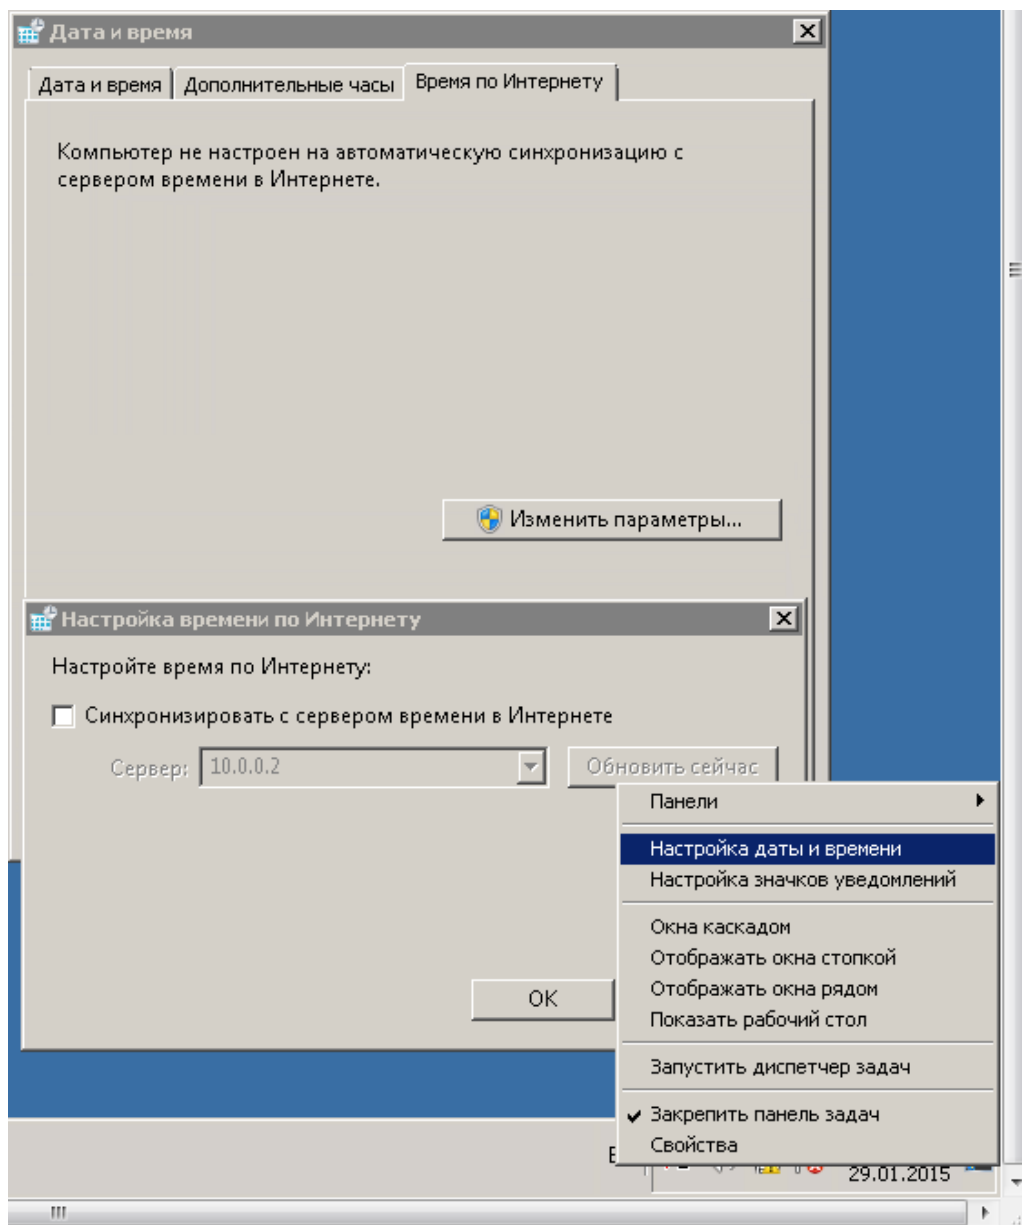

Рис. 11.3.2 Настройка синхронизации времени
- отключить синхронизацию с сервером времени в Интернете (ПКМ на панели задач активировать контекстное меню и выбрать строку «Настройка даты и времени», в окне «Дата и время» выбрать закладку «Время по Интернету», ЛКМ на кнопке «Изменить параметры» открыть окно «Настройка времени по Интернету», удалить признак «Синхронизировать с сервером времени в Интернете», см. Рис. 11.3.2.